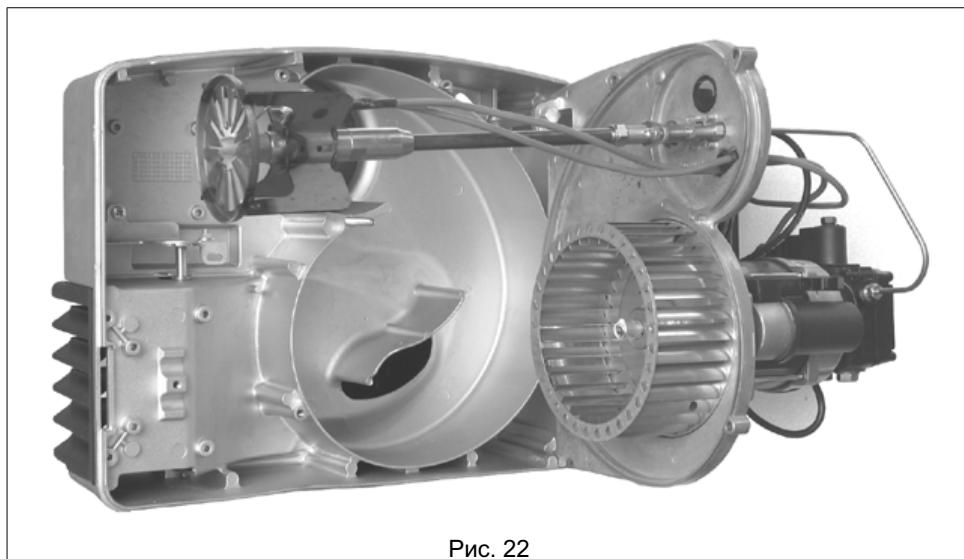

Рис. 22
- Снять пластину с компонентами горелки и разместить ее, как указано на Рис. 22 на странице 17.
- Зажепите плиту одним из способов, показанных на Рис. 22 для облегчения операций техобслуживания.